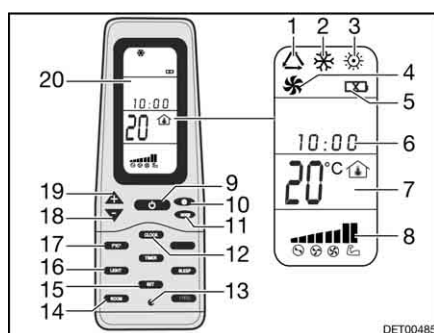

Fig. 112 Telecomando
- Premere il tasto ON/OFF (Fig. 112,9).
- Premere il tasto "Mode" (Fig. 112,11) spesso, finché la modalità desiderata (Fig. 112,1, 2, 3 o 4) viene visualizzata sul display (Fig. 112,20).
- Impostare la temperatura desiderata con i tasti "+" (Fig. 112,19) e "-" (Fig. 112,18).
- Con il tasto velocità dell'aria (Fig. 112,10) selezionare il livello desiderato per la ventola.